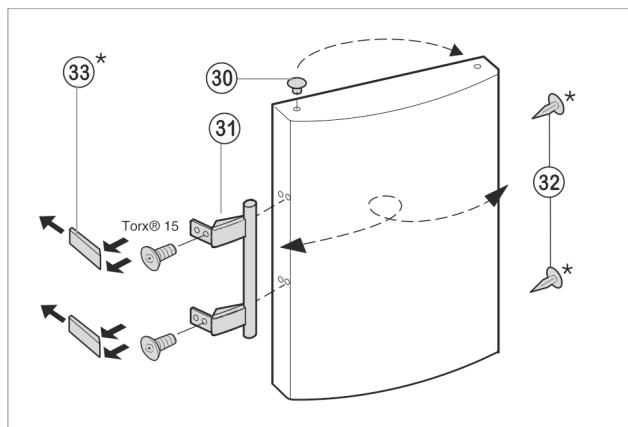

Fig. 10
- Извадете тапата Fig. 10 (30) от лагерната втулка на вратата и я преместете.
- Демонтирайте дръжката на вратата Fig. 10 (31), тапите Fig. 10 (32) и притискателните плохи Fig. 10 (33) и ги монтирайте на другата страна.